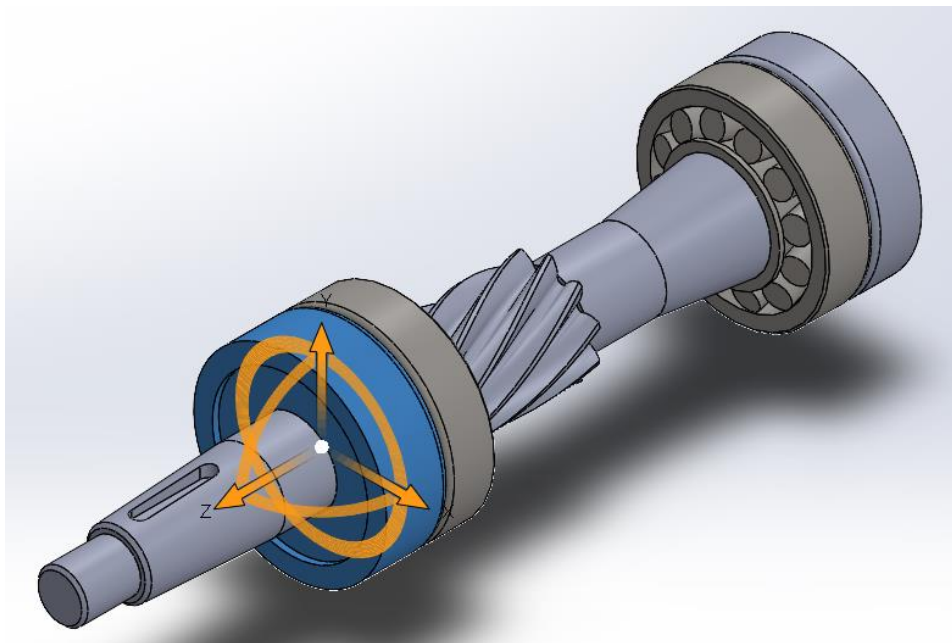

Рисунок 4.6 – Доступний напрямок переміщення деталі
2. Відкриється діалогове вікно **Рознести**. Необхідно натиснути на деталь, яку необхідно перемістити. В графічному полі з'являться стрілки, які вказують на доступний напрямок переміщення деталі (рис. 4.6). Також у цьому діалоговому вікні можна задати параметри переміщення деталі.